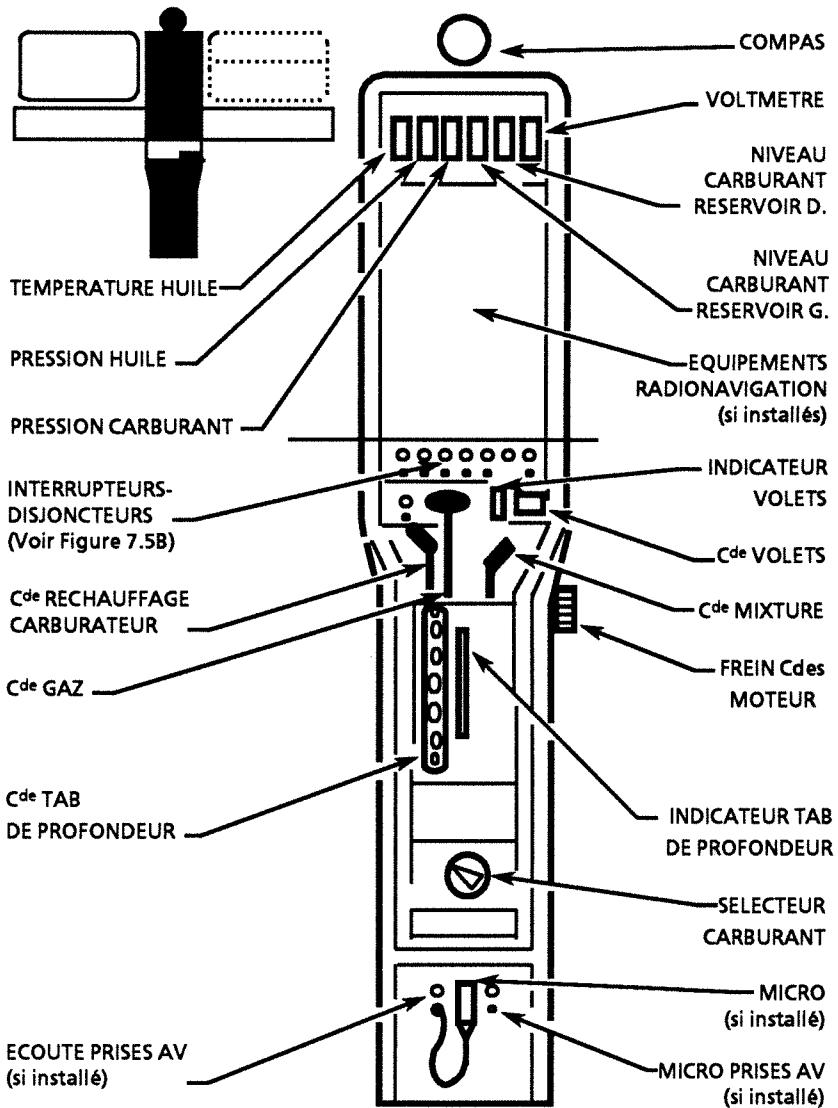

Figure 7.2 - EXEMPLE DE CONSOLE ET PUPITRE
La console centrale (voir Figure 7.2) comprend en partie supérieure le tableau contrôles moteur puis les équipements de radionavigation disposés verticalement jusqu'à la base de la console.
**Le pupitre central (voir Figure 7.2) comprend d'avant en arrière :**
Le commutateur bascule vers le haut ou le bas avec des butées à 0° et 25° 30'. Votre avion peut être équipé de volets à préaffichage, dans ce cas le commutateur se déplace vers le haut ou le bas dans un tableau à fente, avec des positions affirmées "rentré" (0°) ; "décollage" (10°) et "atterrissage" (25° 30') (voir Figure 7.2). Un indicateur situé près de la commande affiche les différentes positions des volets.